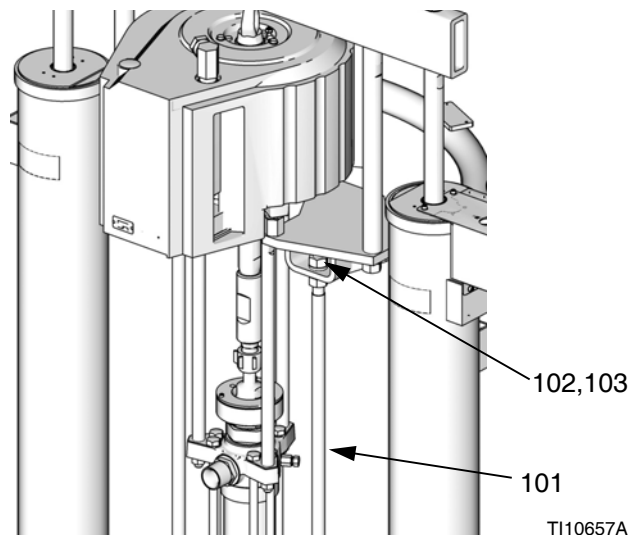

FIG. 21
1. Retire las tuercas y arandelas (102, 103) de la parte superior de las barras de elevación del plato (101). Vea la FIG. 21.
No quite o ajuste las tuercas (102) debajo las ménsulas. Vea la FIG. 21. Si se ajustan las tuercas, la bomba no engranará completamente con el plato o la distancia menor provocará tensiones en el motor, las varillas de unión y la bomba de desplazamiento.
4. Apriete las tuercas (103) y arandelas (102) en la parte superior de las barras de elevación del plato (101). Vea la FIG. 21.